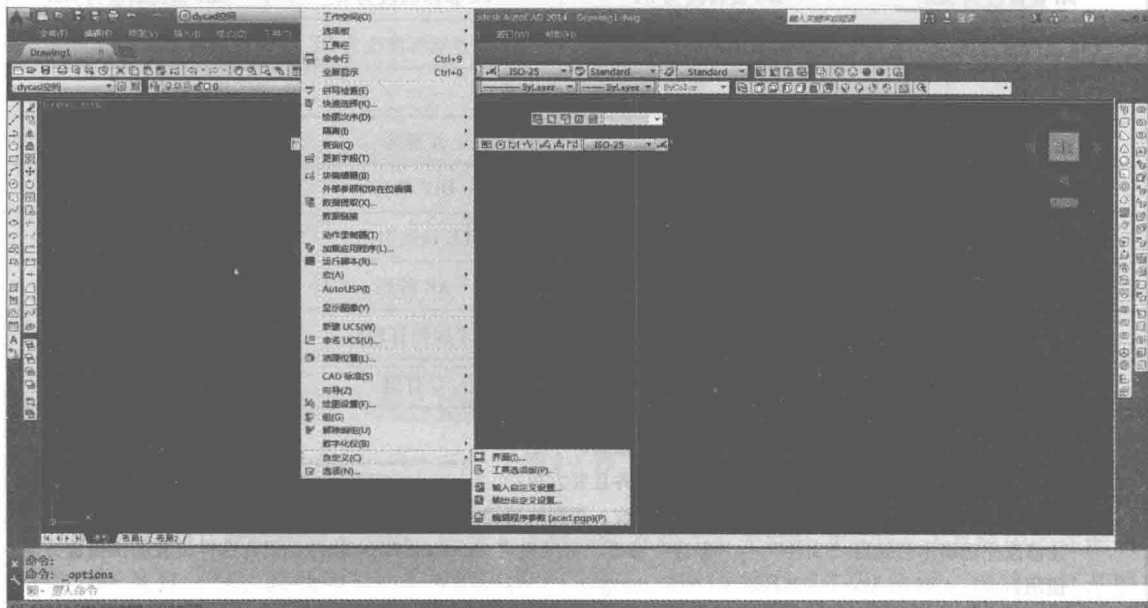
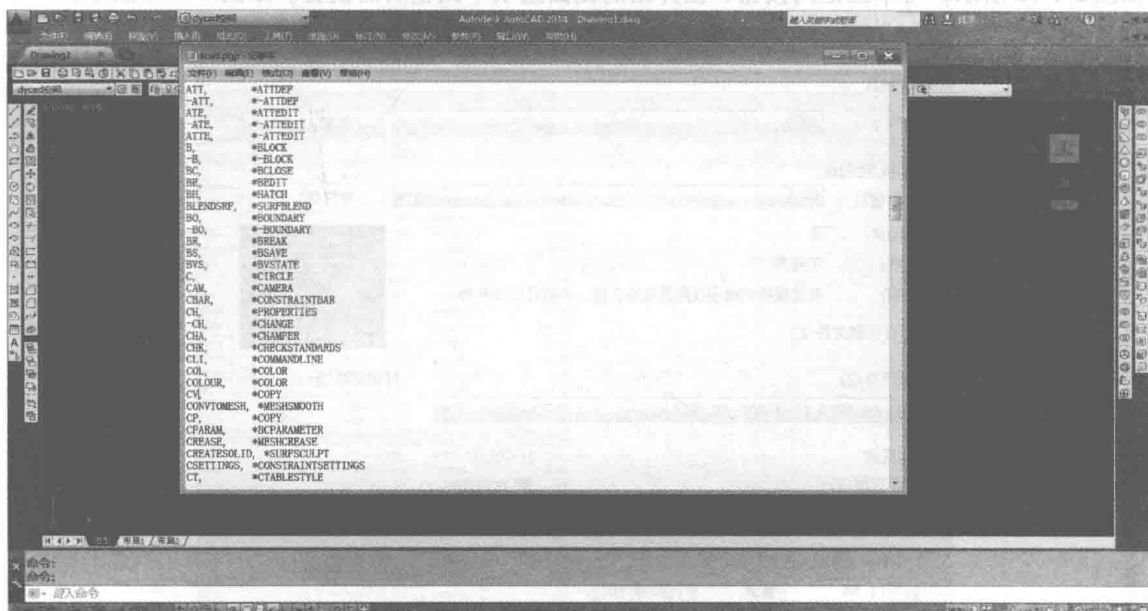

图 2-1-16
图 2-1-17
(5) 公司快捷键的设置: 在 AutoCAD 2014 软件文件菜单中执行“工具”——“自定义”——“编辑程序参数”命令, 更改快捷键或者在 AutoCAD 2014 软件根目录中找 acad.pgp 文件, 如图 2-1-16 所示, 用记事本方式打开更改快捷键, 如图 2-1-17 所示。